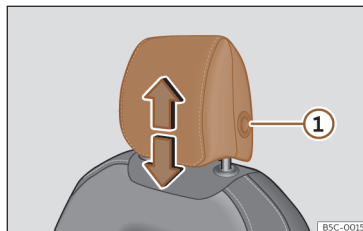
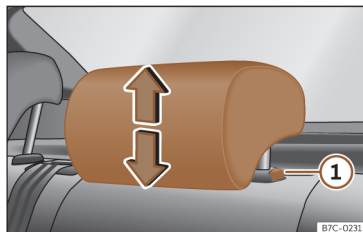

Fig. 91 Siège avant : réglage de l'appuie-tête.
Fig. 92 Appuie-tête arrière : réglage de l'appuie-tête.
- Saisissez l'appui-tête des deux côtés avec les mains puis poussez-le vers le haut jusqu'à ce qu'il s'enclenche dans la position désirée. Pour le rabaisser, faites de même en appuyant sur le bouton latéral ① >>> fig. 91, >>> fig. 92.